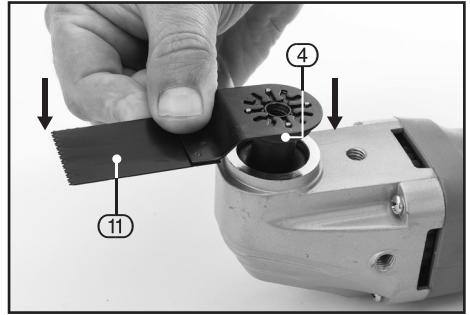

FIG.1
8.1 FITTING THE OFFSET UNIVERSAL SAW BLADE OR SCRAPER BLADE ACCESSORIES – FIGS.1 – 3